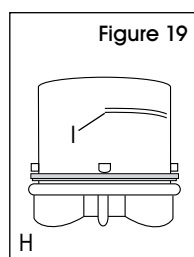

Figure 19
3. Retournez le bouchon (H) pour l'utiliser comme doseur. (Voir Figure 19)